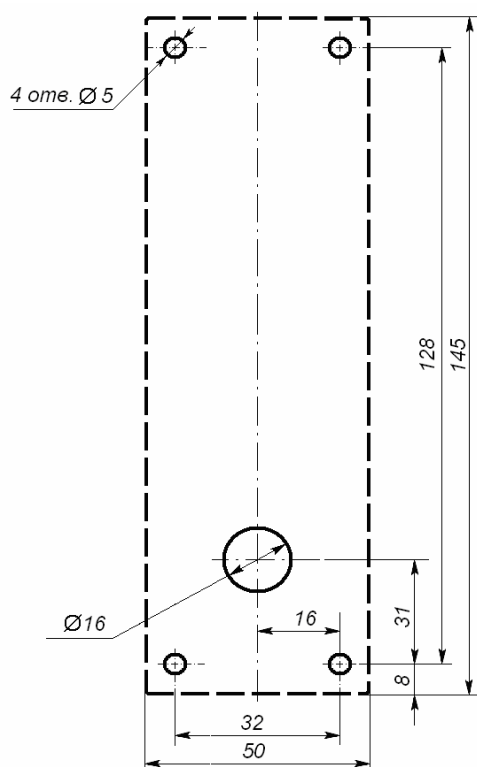

Рисунок 1. Разметка отверстий для установки блока индикации (пунктиром показаны габариты корпуса)
3. Произведите разметку и разделку отверстий на установочной поверхности для крепления металлического основания и проводки кабеля от блока индикации (см. рис. 1).